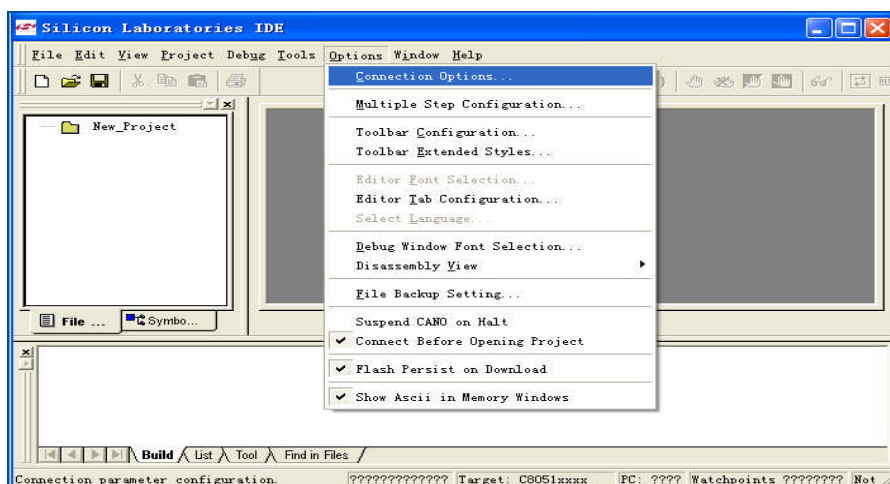
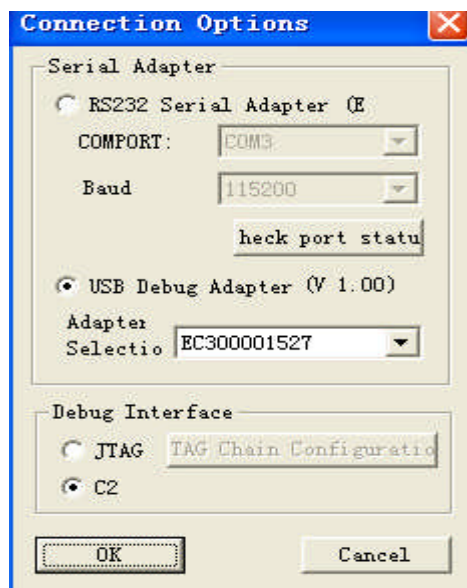

图 2
图3
3、安装结束，打开 IDE 集成开发环境，在新建或打开原有的项目后，点击主菜单“Options”选择“Connection Options...”选项（如图 2 所示），进入图 3 界面。
(1) 若调试器使用 U_EC3/ U_EC5，选择与图 3 相同选项，点击 OK 即可进行连接、程序下载和在线调试。
(2) 若调试器使用 U_EC2，图 3 中“Serial Adapter”框选“RS232 Serial Adapter...”一项。其中，“COMPORT”的选择要参照“设备管理器”的端口选项（图 4 中红色圆圈）。已知红色圆圈内容后，点击“COMPORT”复选框，选择“Other COM”项，输入与“设备管